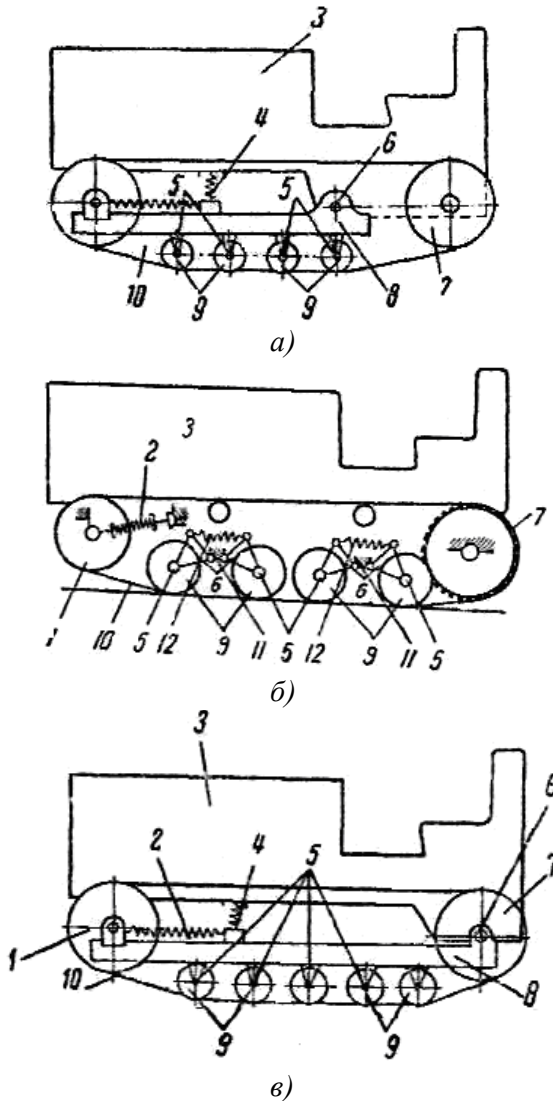

Рисунок 4.15 – Підвіски тракторів
29. На рис. 4.15 а, б приведена підвіска гусеничного трактора. Назвіть тип та елементи, позначені цифрами.